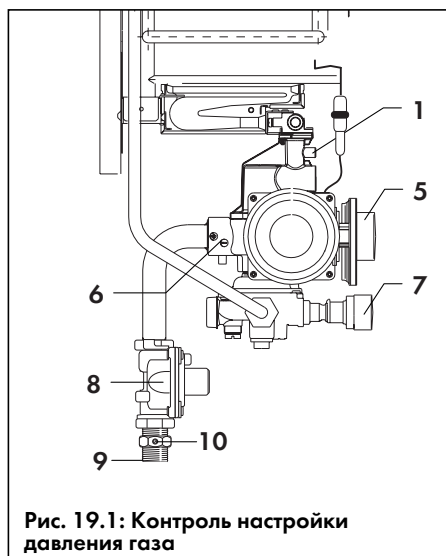

Рис. 19.1: Контроль настройки давления газа
- Подсоедините U-образный манометр к штуцеру для измерения давления газа на соплах (1, рис. 19.1), вывернув из него винт (рекомендуется U-образный манометр Vaillant № 99-0034).
- Запустите аппарат в работу на максимальной мощности согласно указаниям на стр. 9 и 10 и, вывернув регулятор температуры (7, рис. 19.1) до упора вправо, откройте возможно больший разбор горячей воды.
- Установите вращением установочного винта секторного дросселя (6, рис. 19.1) давление на соплах, указанное в таблице на стр. 26:
- Если вращением установочного винта секторного дросселя (6, рис. 19.1) не удаётся достичь давления на соплах, указанное в таблице на стр. 26, в таком случае следует обратиться в техническое представительство фирмы Vaillant (см. на последней странице).